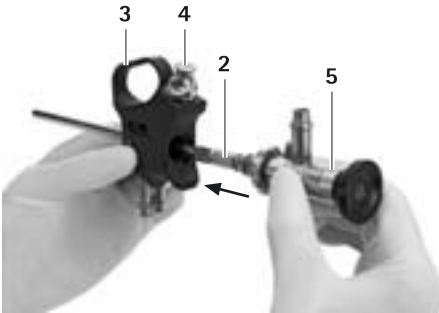

Abb. 4
- MINOP TREND-Saug-/Spül-Schaft 2 mit MINOP TREND-Endoskop 5 von hinten in Handgriff einführen, bis der MINOP TREND-Saug-/Spül-Schaft 2 einrastet, siehe Abb. 4.